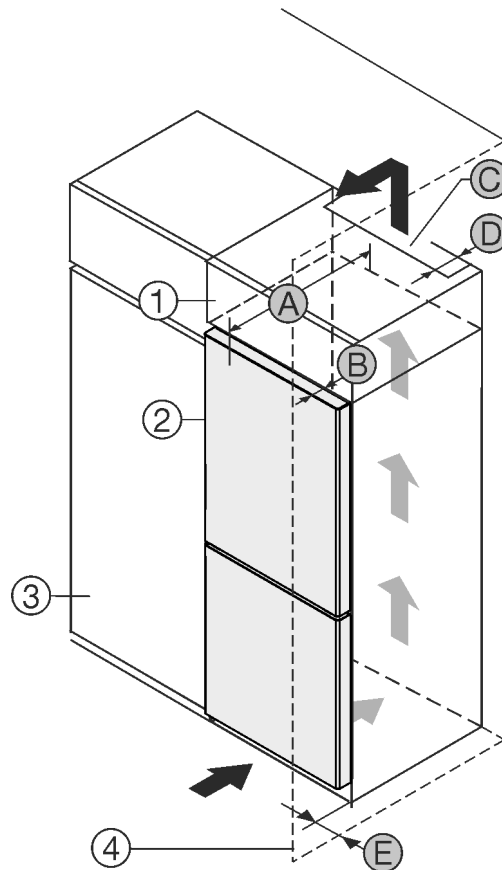

Fig. 1
- (1) Aufsatzschrank
- (2) Gerät
- (3) Küchenschrank
- (4) Wand
- (A) Gerätetiefe
- (B) Türtiefe
- (C) Belüftungsquerschnitt
- (D) Abstand Geräterückseite
- (E) Abstand zur Geräte-Seite
Sie können das Gerät direkt neben dem Küchenschrank Fig. 1 (3) aufstellen.
An der Rückseite des Aufsatzschrankes muss ein Abluftschacht mit der Tiefe Fig. 1 (D) über die gesamte Aufsatzschrankbreite vorhanden sein.
Unter der Raumdecke muss der Entlüftungsquerschnitt Fig. 1 (C) eingehalten werden.
Wenn Sie das Gerät mit den Scharnieren neben einer Wand Fig. 1 (4) aufstellen, dann muss der Abstand zwischen Gerät und Wand mindestens 13 mm betragen.
Wenn Sie das Gerät mit den Scharnieren neben einer Wand Fig. 1 (4) aufstellen, dann muss der Abstand zwischen Gerät und Wand mindestens 20 mm betragen.
Damit Sie die Tür vollständig öffnen können, muss das Gerät um die Türtiefe *Fig. 1 (B)* gegenüber der Küchenschrankfront vorstehen. Abhängig von der Tiefe der Küchenschränke *Fig. 1 (3)* und Verwendung von Wandabstandshaltern kann das Gerät weiter herausragen.